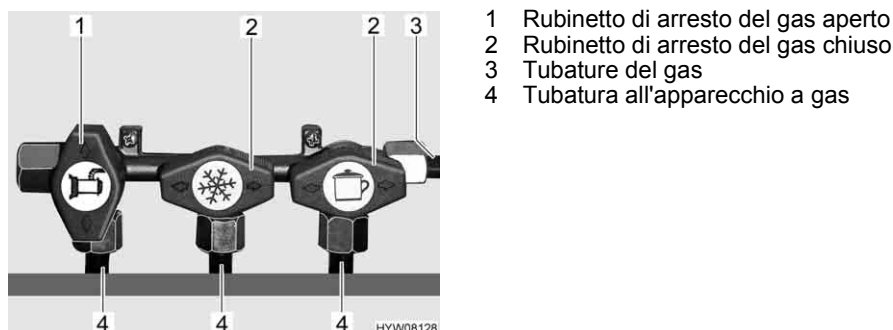

Fig. 50 Posizione rubinetti di arresto del gas
- Posizionare il rubinetto di arresto del gas dell'apparecchio a gas corrispondente parallelamente (Fig. 50,1) alla tubatura (Fig. 50,4) che alimenta l'apparecchio a gas.
- Posizionare il rubinetto di arresto del gas dell'apparecchio a gas corrispondente trasversalmente (Fig. 50,2) alla tubatura (Fig. 50,4) che alimenta l'apparecchio a gas.